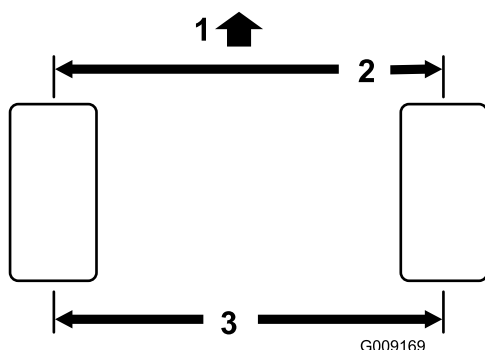

Figura 56
2. Mida la distancia entre centros (a la altura del eje) en la parte delantera y trasera de los neumáticos de dirección (Figura 56).